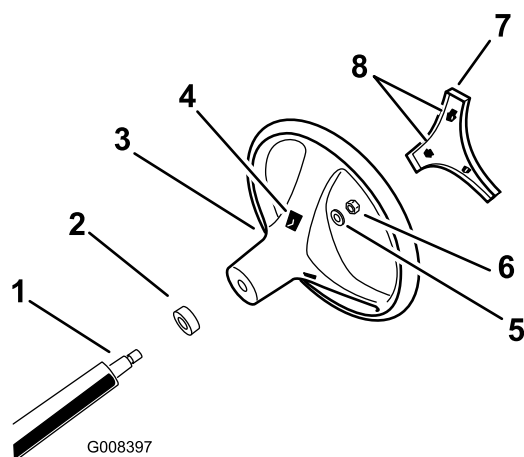

Figure 3
4. Fixez le volant à l'arbre au moyen du contre-écrou (Figure 3).